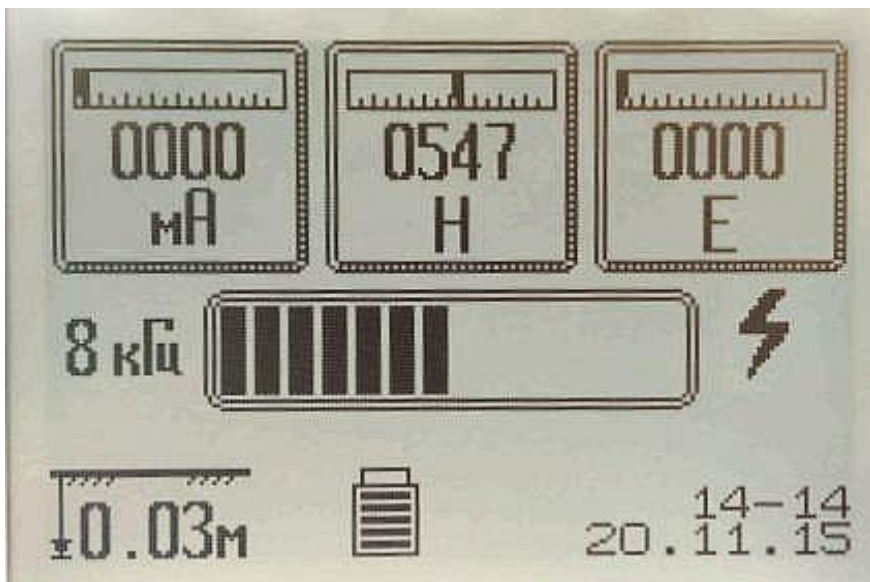

Рисунок 4.3
5.10 В начале трассировки необходимо ориентироваться на показания Н-поля (рисунок 4.3). На экране будет выводиться «полос-